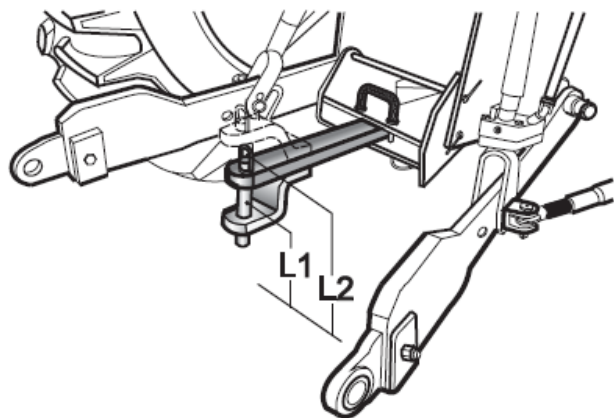

Figura 7-16 Barra de tracción basculante
- (1) Ajuste la altura del punto de tracción volteando la palanca de tracción (véase la Figura 7-16)